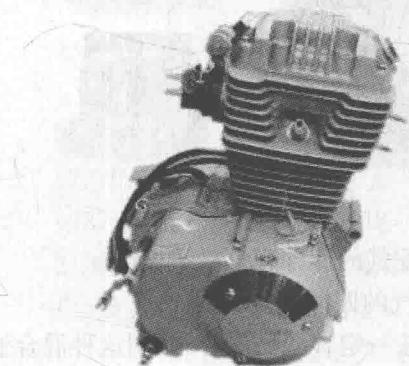
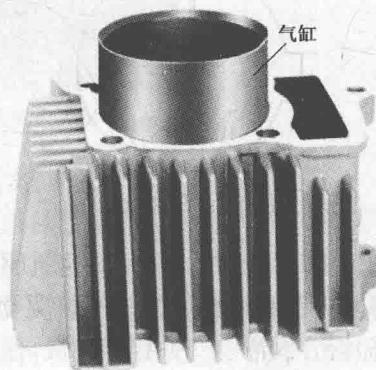

图 1-3 风冷发动机
图 1-4 发动机气缸
(3) 风冷发动机。利用气缸体和气缸盖上的散热片在空气中自然冷却的汽油机，如图 1-3 所示。
(4) 强制风冷发动机。靠与曲轴连接的风扇和导风罩将冷却风吹向散热片至机体周围，带走热量来实现冷却的发动机。
(5) 气缸直径。气缸的内径，简称缸径，单位为 mm，如图 1-4 所示。